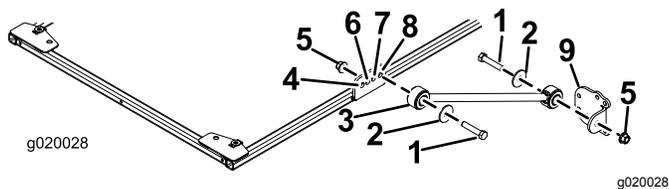

Bild 20
- Modelle 03820, 03821, 30604, 30605, 30608 und 30609: Befestigen Sie eine Strebe an jeder Seite des Sonnendachrahmens mit einer Schraube (½" x 2½"), einer Scheibe (½") und einer Bundmutter (½") lose im **hinteren** Loch der Strebenhalterung, wie in Bild 20 abgebildet.
8. Befestigen Sie eine Strebenhalterung mit einer Schraube ($\frac{1}{2}$ " x $2\frac{1}{2}$ "), einer Scheibe ($\frac{1}{2}$ ") und einer Bundmutter ($\frac{1}{2}$ ") an jeder Strebe, wie in Bild 20 abgebildet.